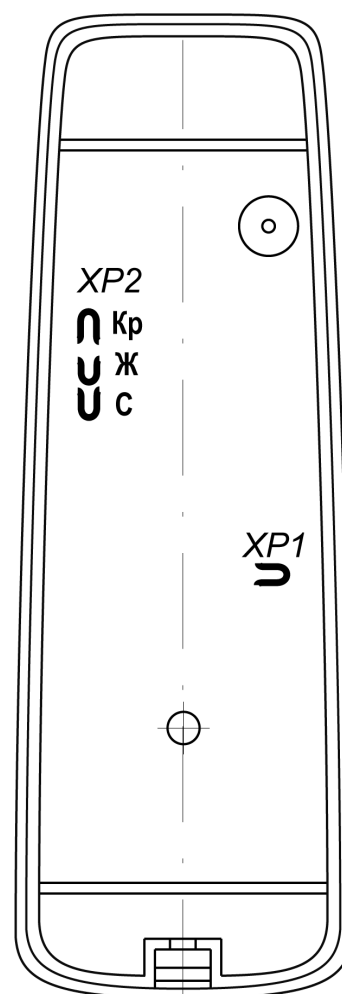

Рисунок 3. Расположение перемычек на тыльной стороне контроллера
5. Если данный контроллер не является конечным устройством на линии связи интерфейса RS-485 подключения периферии, то необходимо отключить на нем концевой резистор, для чего перекусите кусачками перемычку «отключение концевых резистора» (перемычка **XP1**, см. рис. 3). Учтите, что в этом случае необходимо будет установить концевые резисторы по реальным концам линии связи интерфейса RS-485.